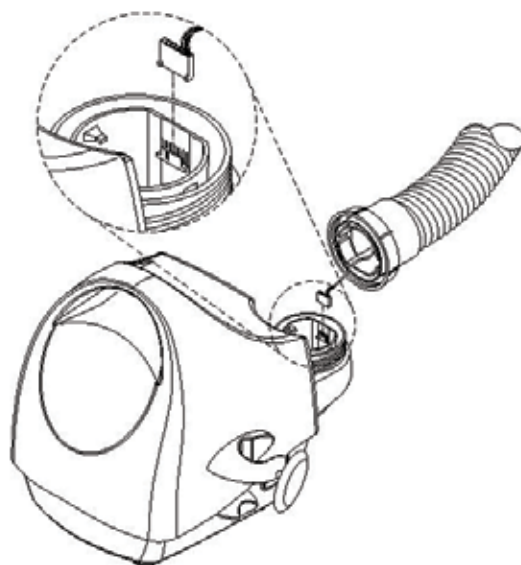

Figure 3. Remplacement du tuyau
5. À l'aide de la pince à becs pointus, débranchez avec précaution le connecteur du câble de la prise située à l'intérieur du connecteur du tuyau (voir Figure 3. Remplacement du tuyau).